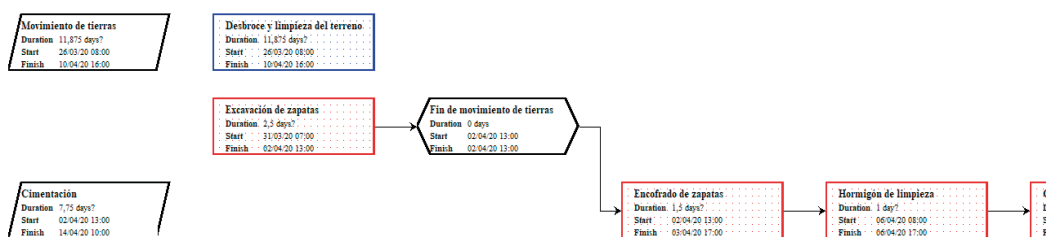

Figura 53.
- *Network*: muestra el diagrama de red PERT, en el que cada tarea viene representada por un recuadro con información sobre el nombre, la duración y las fechas de inicio y fin. Las tareas resumen se representan con un romboide de contorno en color negro, las normales con un rectángulo en azul, las críticas con un rectángulo en rojo, los hitos con un rombo ♦ negro y las dependencias mediante flechas, como muestra la figura 53.